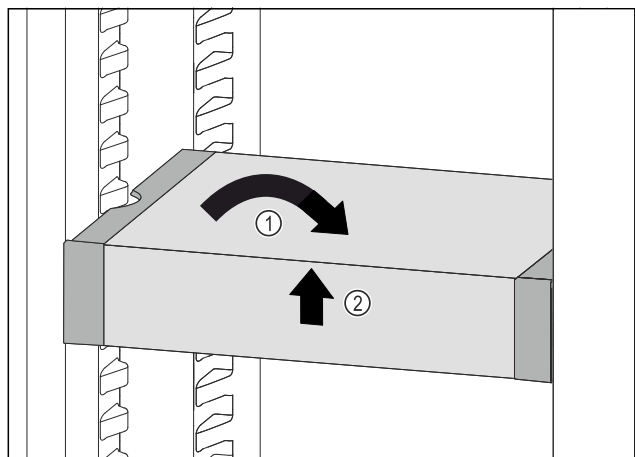

Fig. 105
- ▶ VarioSafe recht zetten. Fig. 105 (1)
- ▶ VarioSafe aan voorkant optillen. Fig. 105 (2)